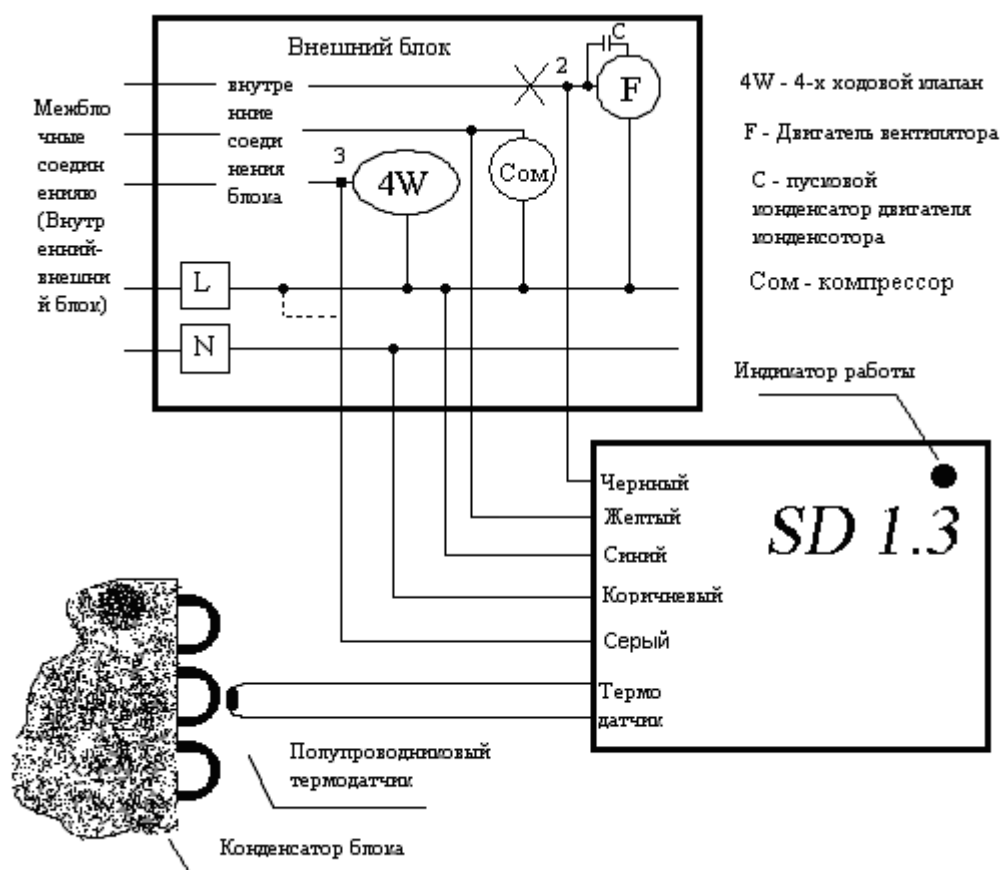

Рис. 10.
**3. В отдельных случаях, вследствие применения в некоторых блоках не очень качественных твердотельных реле (“Solid-state relay”), возможно наличие тока утечки на проводе управления вентилятором при его отключении. При этом регулятор определяет, что вентилятор включен, несмотря на то, что команды на включение вентилятора от внутреннего блока нет. Это может привести к “забросу” давления при включении кондиционера. В данном случае необходимо подсоединять желтый провод регулятора на коммутируемый проводник компрессора блока, как показано на рис. 10 (приведено для случая с “общей фазой”). Обратите внимание, что межблочный провод управления вентилятором также разрывается и изолируется. Пунктиром обозначено подключение серого провода для моделей “только охлаждение”.**